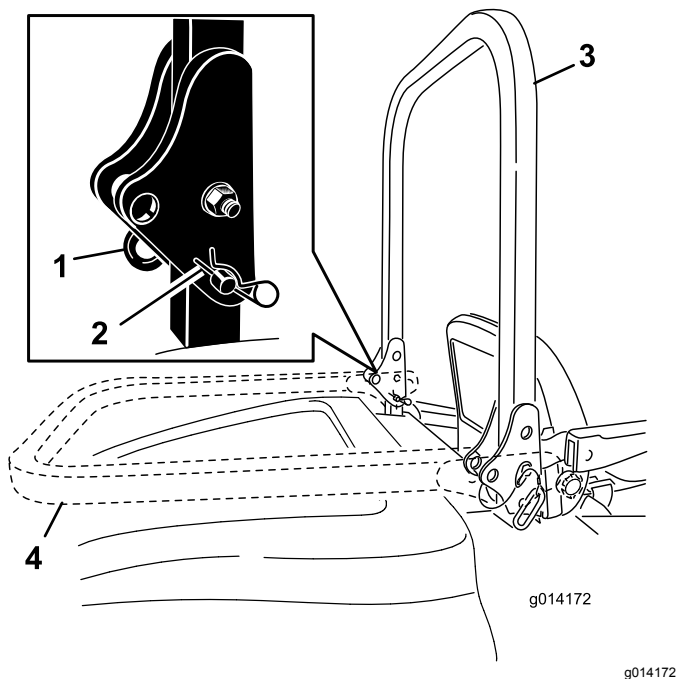

图18
1. 要放低翻车保护杆请取下发卡销将翻车保护杆向前推到顶住弹簧然后卸下2个柱销图18。
2. 将翻车保护杆放低到向下位置图18。
3. 安装2个柱销并用发卡销将其固定图18。
4. 要升起翻车保护杆请取下发卡销然后卸下2个柱销图18。
5. 将翻车保护杆提升至直立位置然后安装2个柱销并用发卡销将其固定图18。